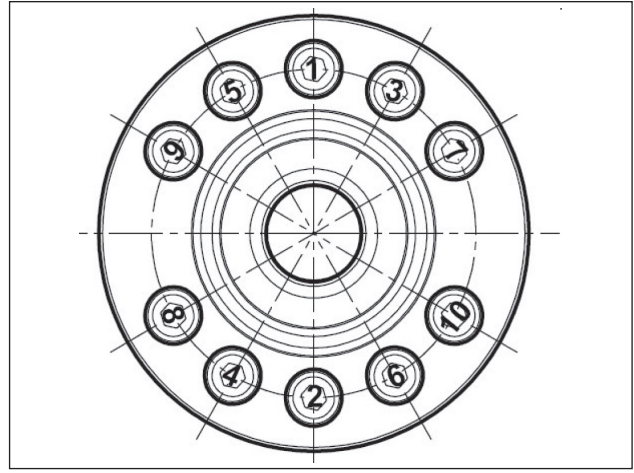

Fig. 49
**** Les vis de fixation des supports doivent être serrées en une seule phase, en respectant l'ordre indiqué sur le schéma Fig. 49.